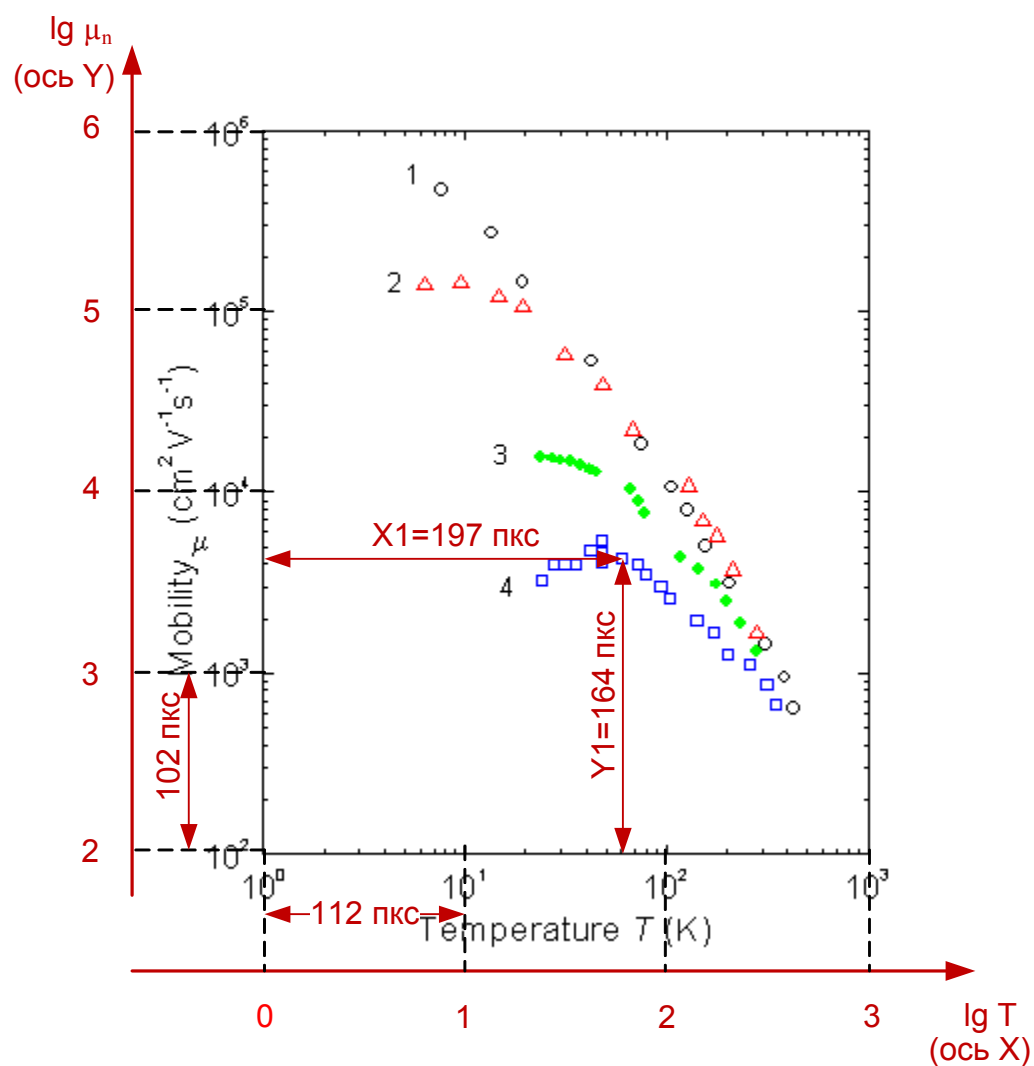

Рис. 7 Исходный график $\mu_n(T)$ с равномерными логарифмическими осями
3. С помощью инструмента «Прямоугольник» в программе Paint определяем координаты точки относительно начала координат. Если не отпускать левую клавишу мыши, то координаты по X и Y можно считать в правом нижнем окне, (первое число по оси X, второе – по оси Y). На рис. 7 красным цветом показаны численные значения координат точки в пикселях (пкс).